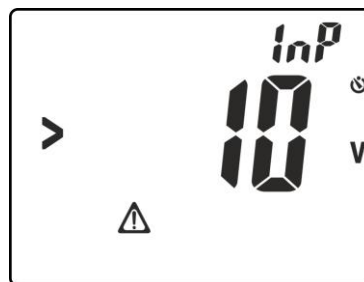

Fig. 17: Présence d'une tension sur les bornes d'entrée
7. Cliquer sur la touche **GO/HOLD** pour activer l'essai. Il est possible d'afficher la page-écran de Fig. 17 à l'écran pour signaler la présence d'une tension **>10V** sur les bornes d'entrée, qui bloque le déroulement du test